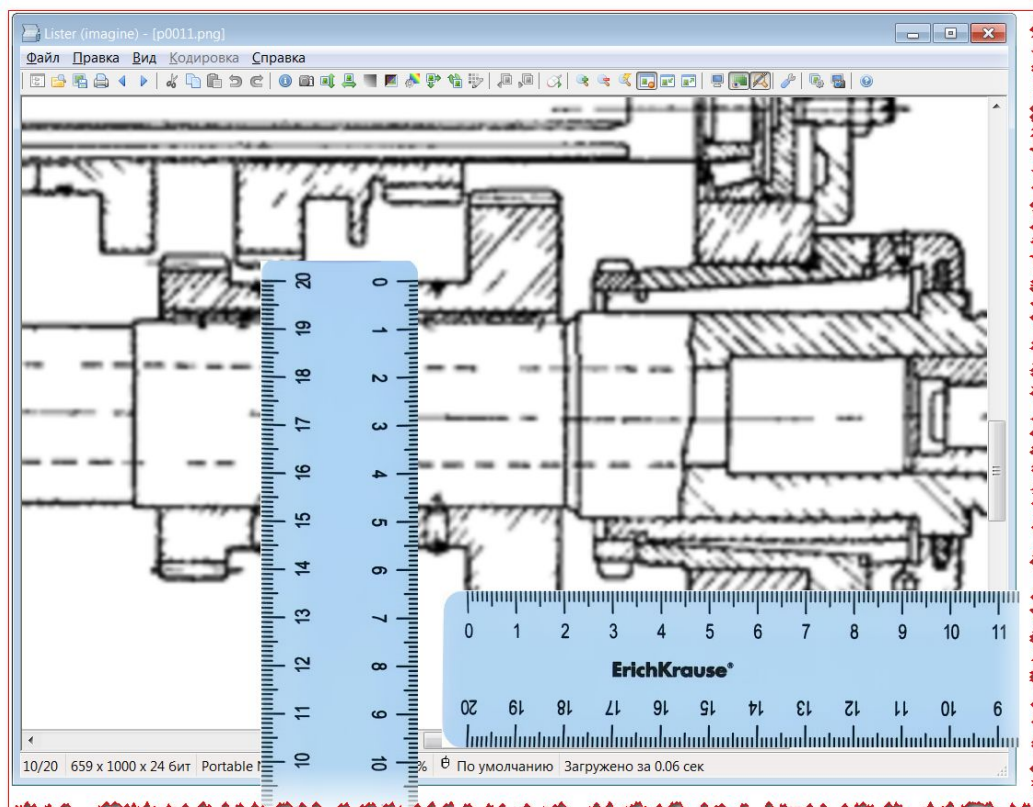

Рисунок 7
5. Последовательно измеряем на мониторе основные размеры детали (рисунок 7) и пересчитываем их действительный размер. Т.е. для примера: